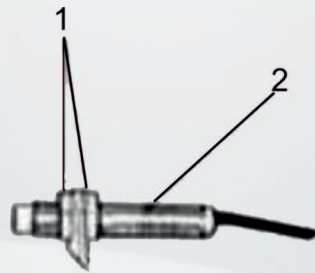

Рисунок 7.5
- Ослабьте гайку (1) регулятора максимальной высоты подъема (2) и настройте ее на желаемую высоту (рисунок 7.5).
- Ослабьте гайку (1) регулятора безопасной высоты подъема (2) и настройте ее на желаемую высоту.